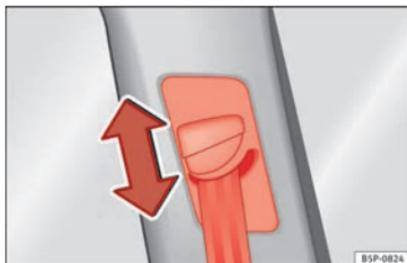

Fig. 12 Dispositivo di regolazione dell'altezza della cintura.
- Premere sulla staffa di inversione posta in alto, tenendola poi in questa posizione »» fig. 12.